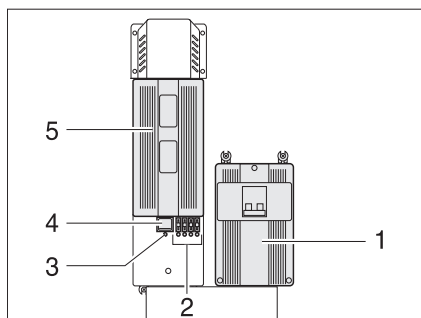
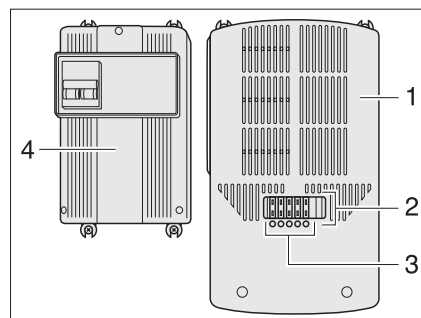

Fig. 89 Fuente de alimentación (tipo I)
Fig. 90 Fuente de alimentación (tipo II)
La fuente de alimentación (Fig. 89,5 ó Fig. 90,1) está montada junto al fusible automático de 230 V (Fig. 89,1 ó Fig. 90,4).
En la fuente de alimentación están integrados un interruptor principal (Fig. 89,4) (sólo tipo I), varios fusibles (Fig. 89,2 ó Fig. 90,2) y una protección contra sobrecargas. Un fusible defectuoso o un cortocircuito en el circuito eléctrico se indican por medio de un LED que se ilumina de color rojo debajo del fusible (Fig. 89,2 ó Fig. 90,3).
- Presionar la parte inferior del interruptor principal (Fig. 89,4): Posición "ON". El LED verde (Fig. 89,3) se ilumina si hay contacto con una tensión de 230 V.
- Presionar primero la parte superior del interruptor principal (Fig. 89,4): Posición "OFF".